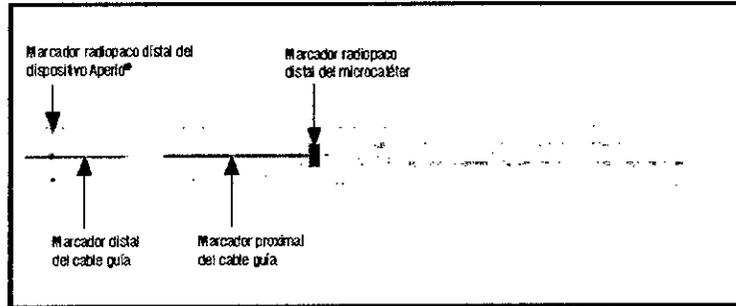

Figura 3. Despliegue máximo del dispositivo Aperio® System
- **Precaución:** Despliegue el dispositivo lo máximo posible hasta que el extremo proximal del marcador del cable guía se solape con el marcador radiopaco distal del microcatéter (véase la figura 3).